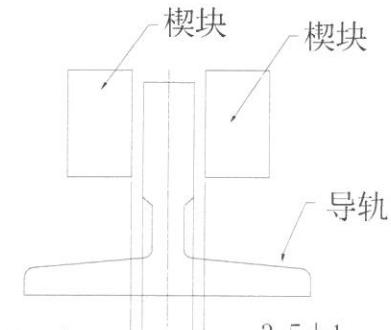

图 4
2.2.3. 楔块与导轨间隙为: $3.5\pm1\text{mm}$ (图 4)。